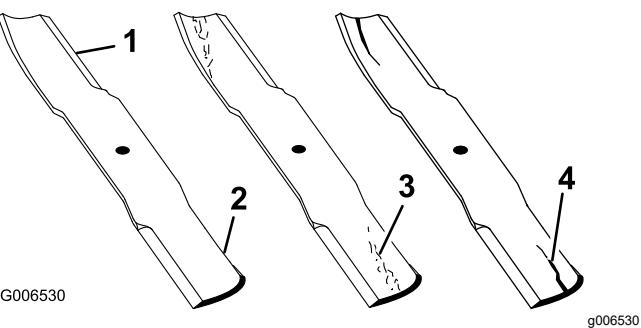

Figura 63
1. Ispécione as extremidades de corte (Figura 63).
4. Se verificar quaisquer fissuras, desgaste, ou a formação de ranhuras nesta área instale imediatamente uma lâmina nova (Figura 63).